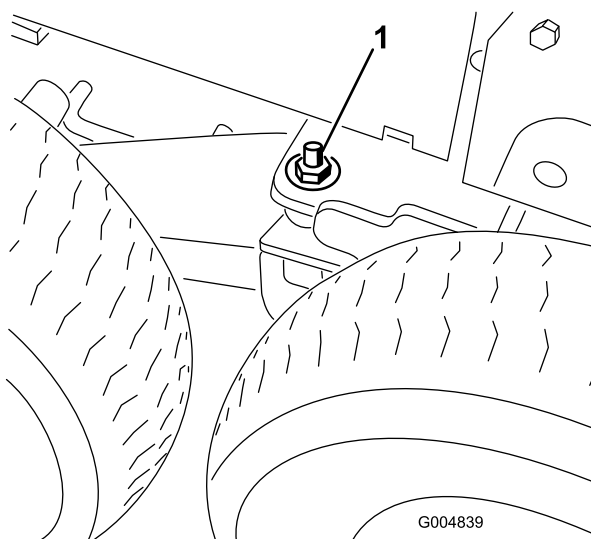

Figura 77
7. Retire la contratuerca de 1/2 pulgada y la arandela plana de las soportes de giro derecho e izquierdo del bogie para desenganchar el pivote (Figura 77).
plana de 1/2 pulgada y la contratuerca en el espárrago, y apriete la tuerca con los dedos solamente en ambos lados de la máquina (Figura 77).